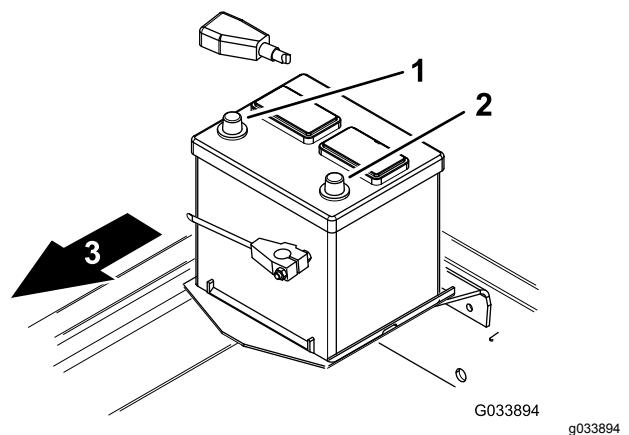

Bild 11
3. Klemmen Sie das Minuskabel (Schwarz) am Minuspol (-) der Batterie an (Bild 11).